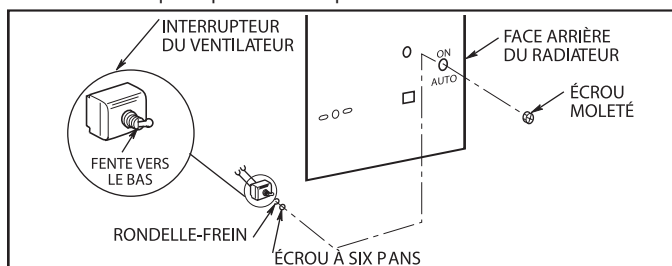

Figure 3. Montage d'un interrupteur de ventilateur
1. Retirer la pastille défonçable de 12,7 mm (1/2 po) (située entre ON et AUTO) de la face arrière du radiateur (figure 3).
2. Monter l'interrupteur manuel du ventilateur comme l'indique la figure 3. (Veiller à l'orientation de la fente du levier de l'interrupteur. Orienter la fente du levier de l'interrupteur vers la position "AUTO". Ne pas omettre la rondelle-frein qui empêche l'interrupteur de tourner.